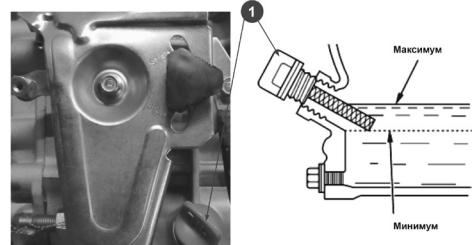

Рис.6
2. Извлеките щуп (1) Рис.6 из маслозаливной горловины и протрите его чистой тряпкой. Залейте необходимое количество рекомендованного масла, учитывая температуру окружающего воздуха.